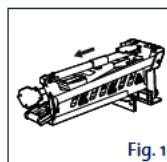

Fig. 1
1. Mettez CrocLock™ à l'envers sur le sol, desserrer le levier de verrouillage de la patte arrière (13) et faites déployez le pied arrière de sa position de stockage. Pivotez complètement la patte et glissez-la vers le haut pour la mettre en position de verrouillage final. Verrouillez le levier de verrouillage de la patte arrière (12). Voir Figs 1 - 3.